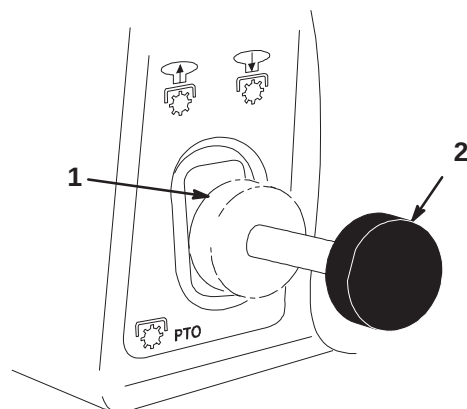

Figure 13
2. Tirez la commande de prise de force (PdF) en position **embrayée** (Fig. 13).
1. Poussez la commande de prise de force (PdF) en position **débrayée** (Fig. 13).